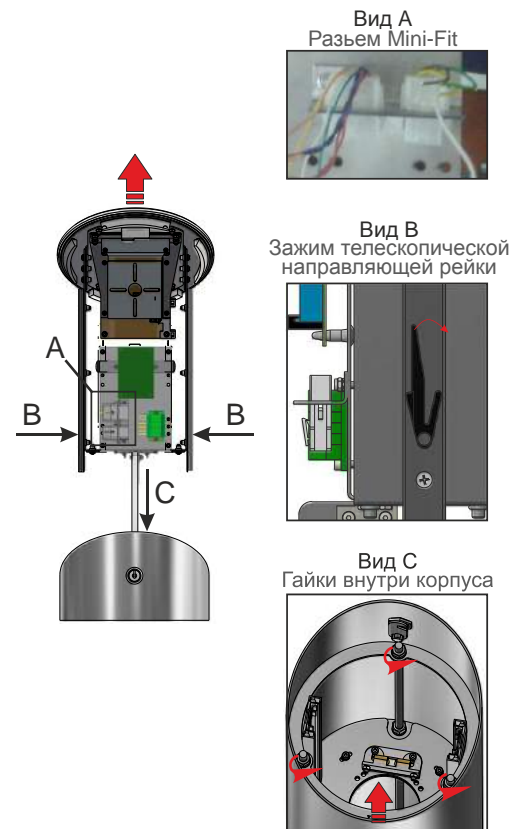

Рис.9 –Снятия механизма картоприемника
9) Отсоедините разъемы **12** (разъемы Mini-Fit) (Рис. 9, вид А)
10) Вытащите механизм коллектора карт нажимая на зажимы **10** (Рис. 9, вид В) направляющих реек **8** с двух сторон картоприемника для обеспечения доступа к крепежу **17**, фиксирующим корпус **5**.
11) Отвинтите гайки крепежа **17** (Рис. 9, вид С) от шпилек каркаса и снимите корпус (трубу).